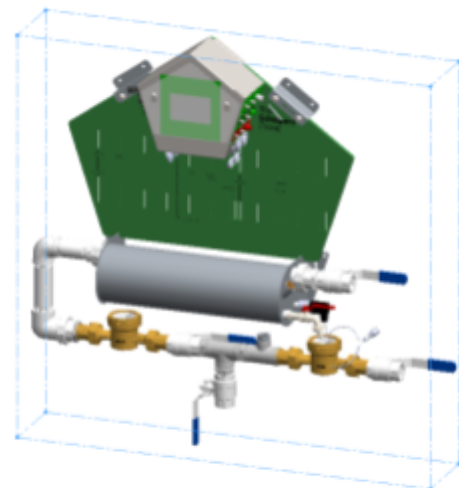

Abbildung 22.
- o Schließen Sie den zweiten Wasserzähler an das T-Stück an, wie in Abbildung 22 dargestellt.